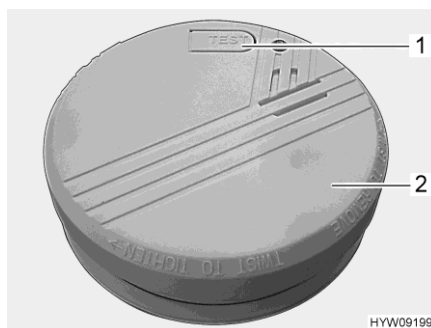

Fig. 118 Rivelatore di fumo
- Ruotare in senso antiorario il rivelatore di fumo (Fig. 118,2) finché non si stacca dal supporto.
- Eseguire un test del rivelatore di fumo. Premere il tasto di controllo (Fig. 118,1). Si deve udire il segnale acustico di allarme.